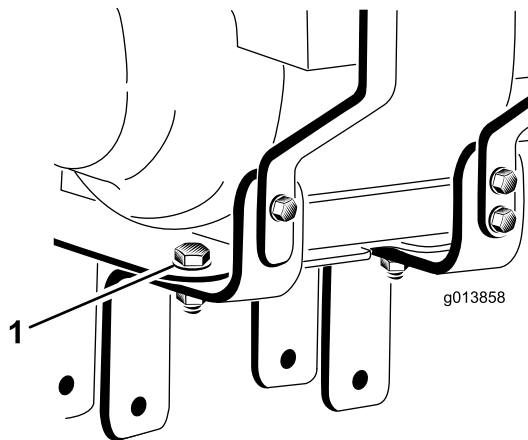

Figura 3
16. Afloje, sin retirarlos, los 2 pernos y tuercas que sujetan los soportes de montaje del motor a la placa de montaje del motor (Figura 3).